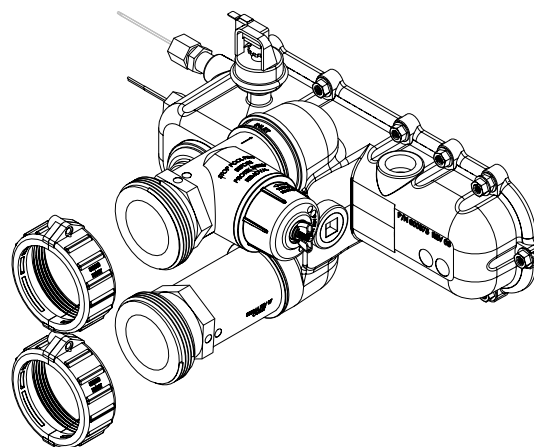

Figure 74. Distributeur d'entrée/sortie
2. Sur la connexion d'eau, fermez toute vanne d'isolement pour isoler le chauffage. Desserrer les écrous-raccords aux connexions d'entrée et de sortie d'eau. Laissez toute l'eau s'écouler complètement de la connexion de sortie. Voir la **Figure 74**.